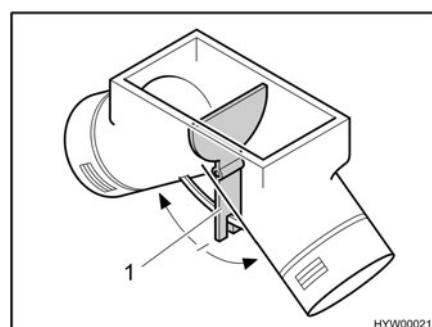

Fig. 119 Ventilador de circulación de aire, tapa de ajuste en posición central
En la posición central, el aire caliente se distribuye uniformemente sobre ambas salidas de aire caliente. La palanca de mando (Fig. 119,1) para la tapa de ajuste se ha incorporado bajo la tapa del suelo en el armario ropero.
- Accionar la palanca de mando (Fig. 119,1) en la dirección de la flecha hasta alcanzar la posición deseada.